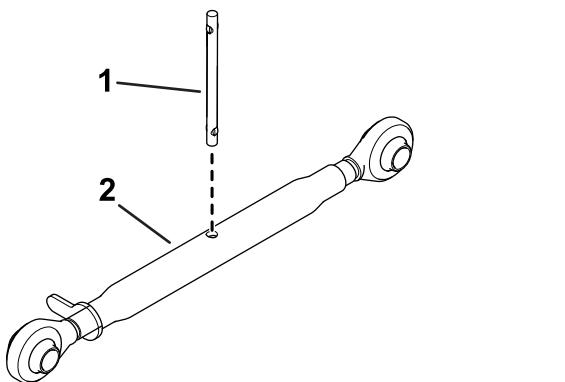

Figura 5
1. Instale la varilla en el brazo superior (Figura 5).